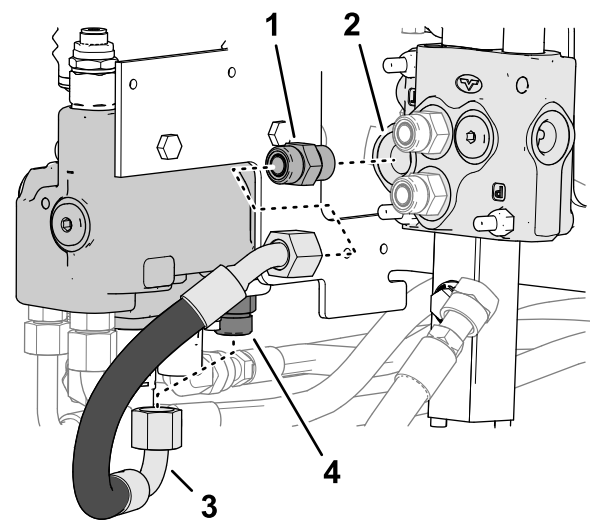

Figura 10
1. Retire la manguera restante del acoplamiento del puerto T en la válvula auxiliar y el acoplamiento del puerto T en la válvula del brazo de carga. (Figura 10).